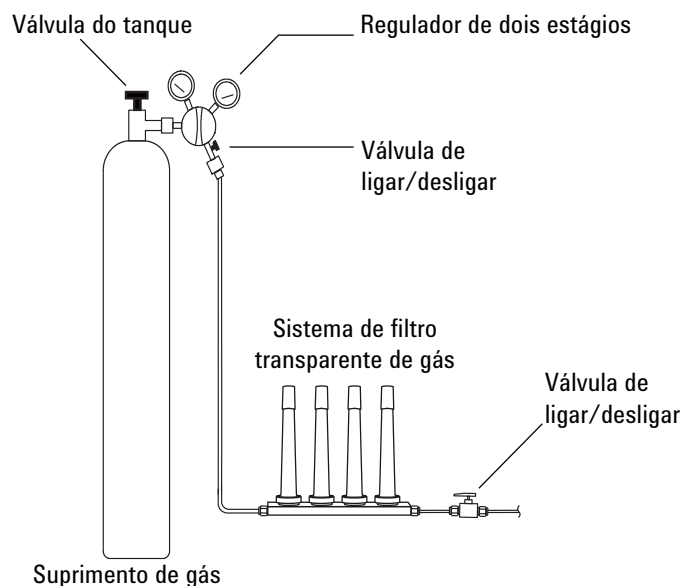

Figura 6 Tubulação de suprimentos de gás
- 1 Defina onde você irá instalar os filtros na linha de tubulação de fornecimento. A Figura 6 mostra a ordem de filtros recomendado para o gás de arraste e os locais recomendados das válvulas de ligar/desligar. Consulte também o Guia de preparação do local.